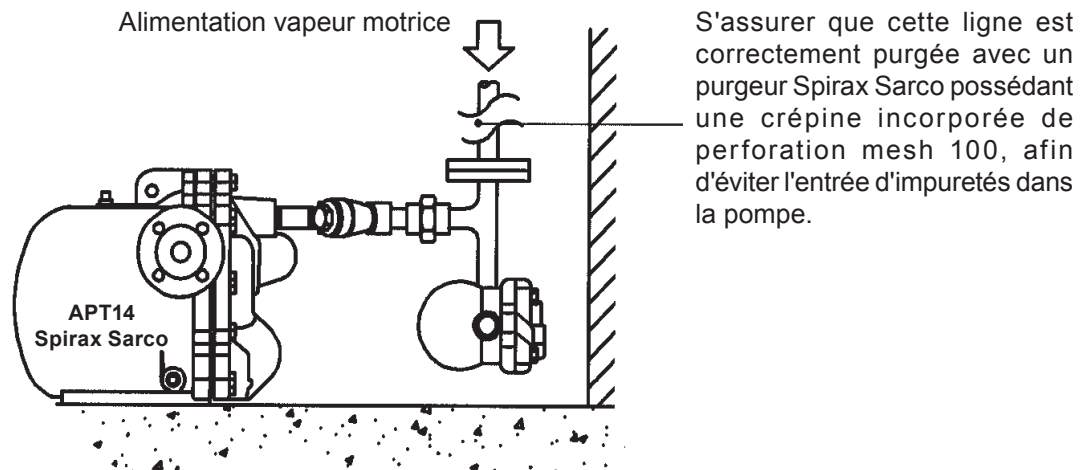

Fig. 12
- 5.1 Après avoir vérifié que les tuyauteries d'entrée, de sortie de condensat, de vapeur motrice et d'échappement/équilibrage sont bien raccordées comme indiqué Fig. 12 et 13, ouvrir lentement l'alimentation vapeur motrice. S'assurer que l'échappement/équilibrage est ouvert et qu'il n'y a pas de restriction.